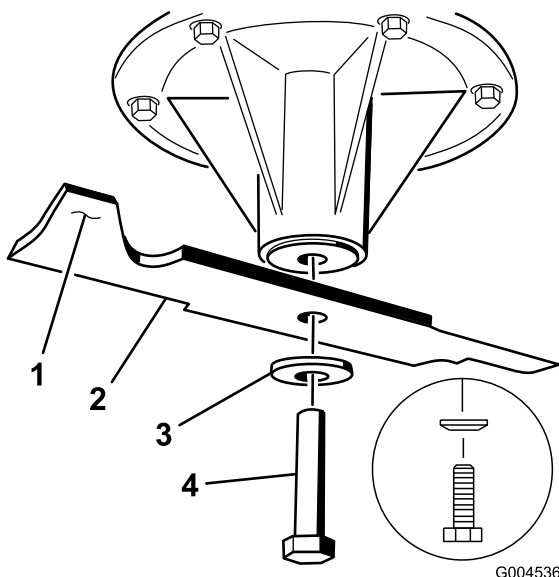

Figura 81
1. Instale lâmina no eixo (Figura 81).
2. Instale o disco de mola e o parafuso da lâmina (Figura 81).
Nota: O cone do disco de mola deve ser montado virado para a cabeça do parafuso (Figura 81).